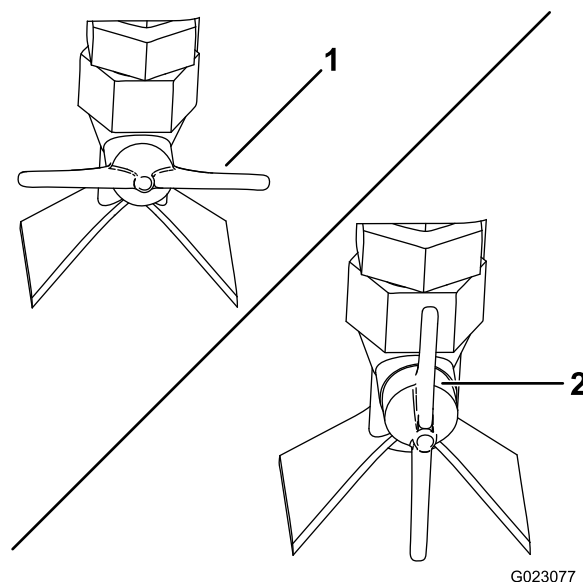

Figura 89
- Para rociar en forma de abanico, ponga la válvula situada en el lateral de la boquilla en posición horizontal (Figura 89).
- Para aplicar un chorro, ponga la válvula situada en el lateral de la boquilla en posición vertical (Figura 89).